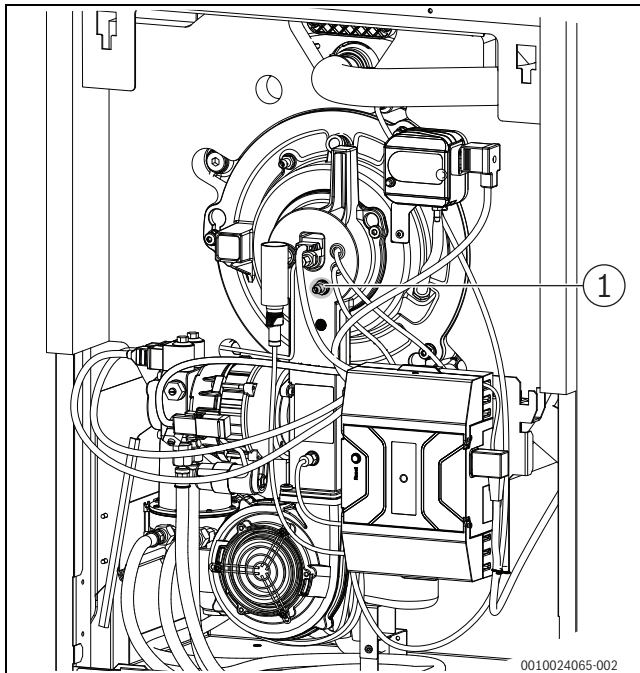

Bild 51 Statischen Gebläsedruck messen
- Druckmessstutzen (→Bild 51, [1], Seite 33) für den statischen Gebläsedruck am Brennergehäuse öffnen.
- Messgerät für statischen Gebläsedruck am Druckmessstutzen (→Bild 51, [1], Seite 33) des Brennergehäuses anschließen.